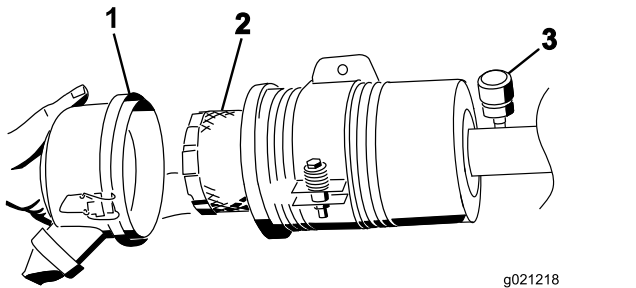

Figure 73
- Déposez et remplacez le filtre (Figure 73).